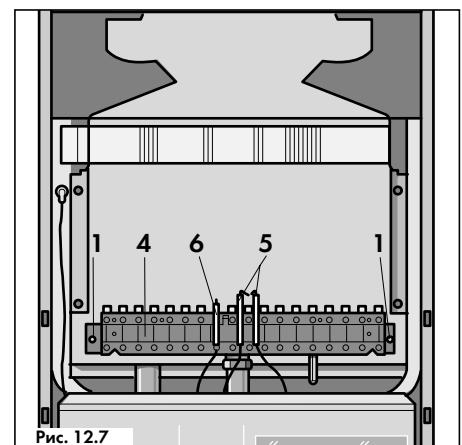
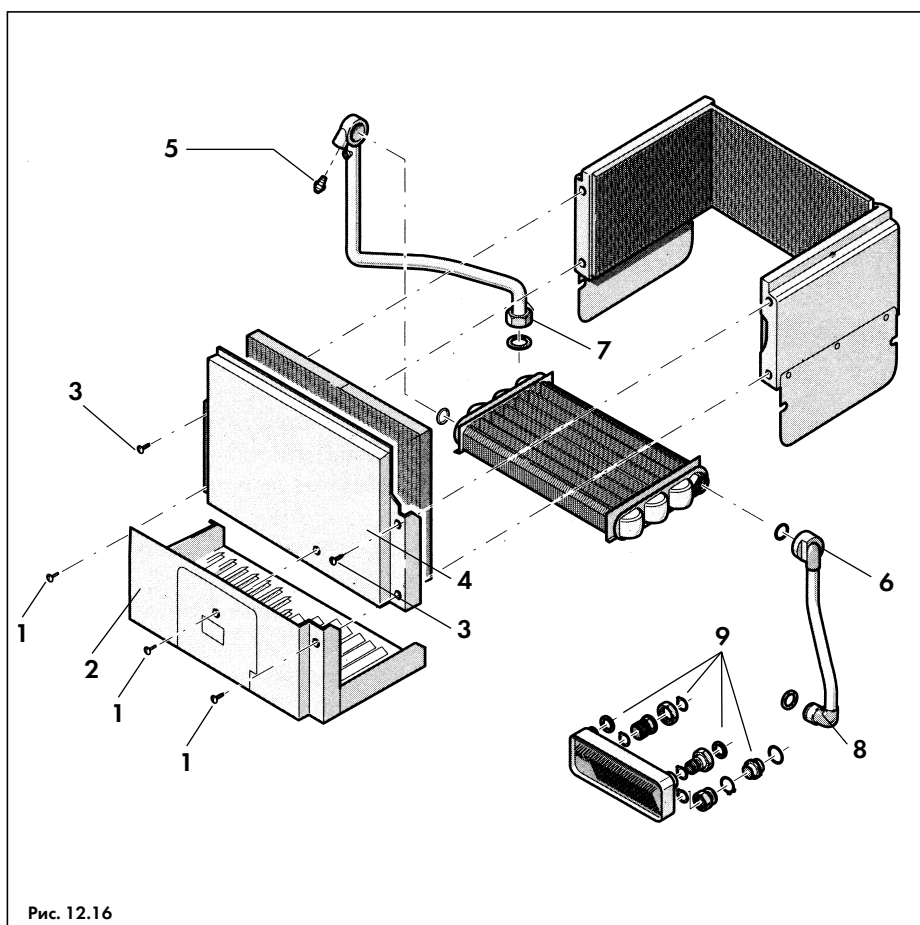

Рис. 12.7
Рис. 12.16
- Выкрутить 2 винта (1, рис. 12.7) и вытащить горелку вместе с отсоединенными от кабелей электродами розжига и ионизационного контроля из камеры сгорания.
- Выкрутить винты (1, рис. 12.16) и снять теплоотражающий щиток (2, рис. 12.16), отсоединив кабели от электродов розжига и ионизационного контроля (5 и 6, рис. 12.7);
- Выкрутить винты (3, рис. 12.16), и снять переднюю стенку камеры сгорания (4, рис. 12.16);
- Раскрутить резьбовые соединения на обратной (8, рис. 12.16) и подающей (7, рис. 12.16) линии аппарата;
- Повернуть присоединительные трубки на 90° до выхода байонетных соединений (6, рис. 12.16) из зацепления с подсоединениями теплообменника;
- Развинтить резьбовые соединения (9, рис. 12.16) и снять вторичный теплообменник с аппарата;